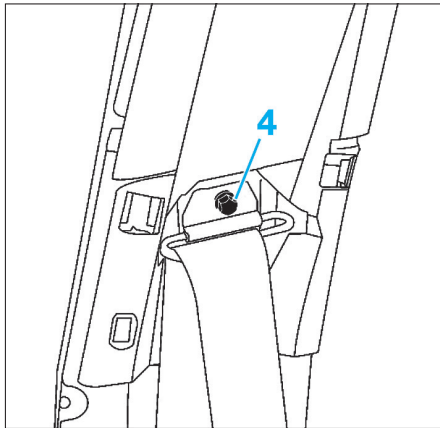

FIG. 30
- Déposer le déviateur (4) de ceinture de sécurité latérale (Fig.30).